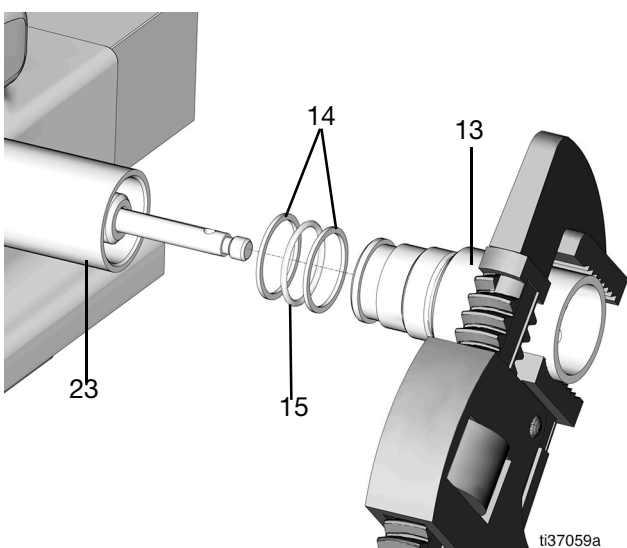

Рис. 38
18. Поместите трубу насоса в тиски, обернув тканью, и затяните их, чтобы зафиксировать трубу нижнего блока насоса (23) (Рис. 38).
19. Отвинтите лопаточную трубу (13) с помощью трубного ключа и снимите ее с трубы нижнего блока насоса (23) (Рис. 38).
20. Снимите два вспомогательных кольца (14) и уплотнительное кольцо (15) с лопаточной трубы (13) (Рис. 38)